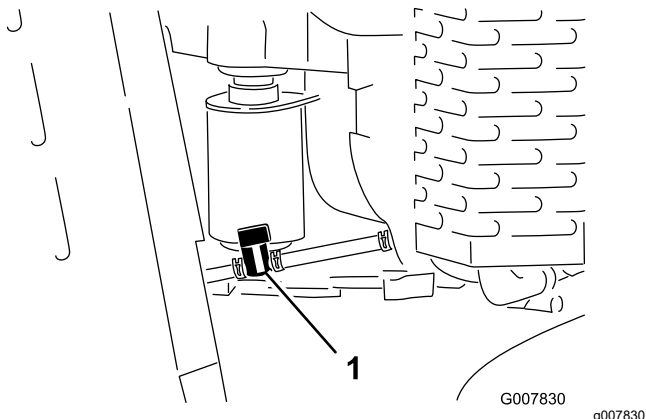

Figura 36
3. Ruotate la valvola di intercettazione del carburante in posizione chiusa (Figura 36).
4. Unite premendo le estremità della fascetta stringitubo sul lato del motore dove è posizionata la valvola e allontanatele dalla valvola facendole scorrere sul tubo del carburante (Figura 36).
5. Togliete i tubi del carburante dalla valvola (Figura 36).